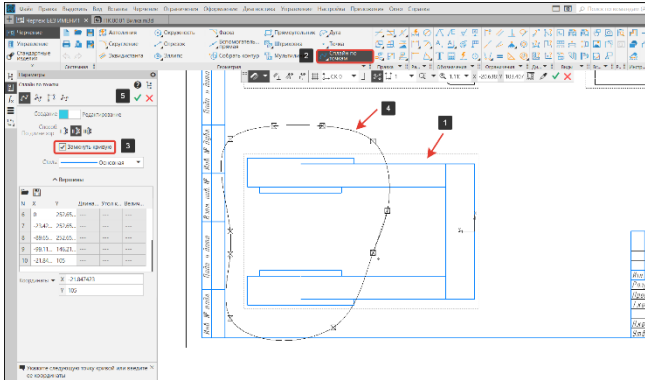

Рисунок 210 - Создание замкнутого сплайна
- Вид сверху должен быть активным (1) (Рисунок 210);
- На панели Геометрия выберем команду Сплайн по точкам (2) (Рисунок 210);
- В параметрах сплайна поставил галку в графе «Замкнуть» кривую (3) и построим контур в месте, где будет создан местный разрез (4). Если контур построен, верно, нажмем кнопку Завершить (5) (Рисунок 210);